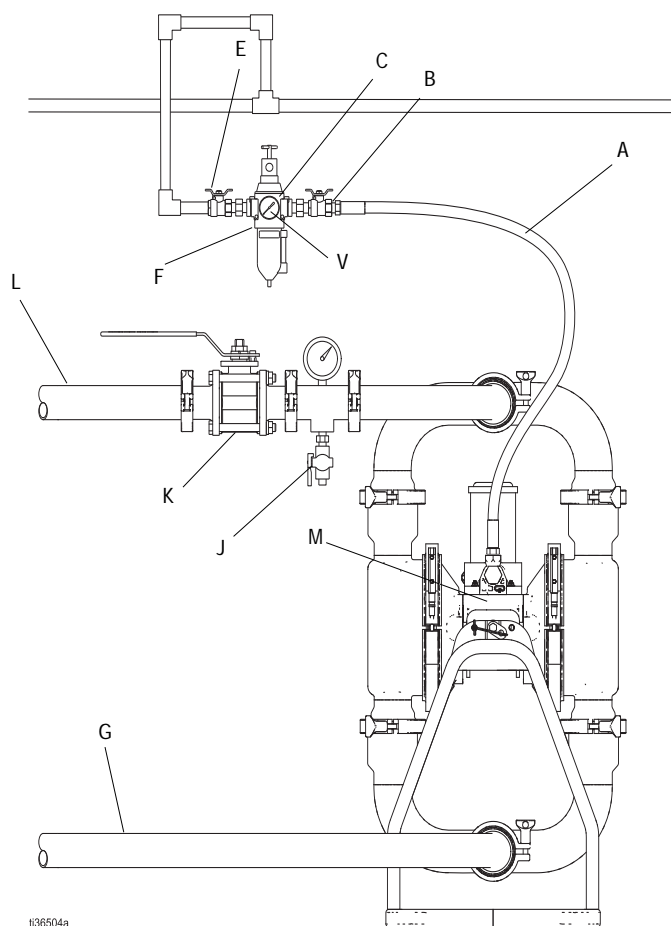

FIG. 2: Installazione tipica con montaggio a terra
- Un'installazione tipica è illustrata nella FIG. 2. Costituisce solo un'indicazione per la selezione e l'installazione dei vari componenti del sistema. Contattare il distributore Graco di zona per ottenere l'assistenza necessaria a progettare un sistema adatto per le proprie necessità.
Il sistema necessita di uno spurgo valvola dell'aria principale (B) per eliminare l'aria rimasta intrappolata tra la valvola stessa e la pompa. L'aria intrappolata può causare un avvio imprevisto del ciclo della pompa, con conseguenti gravi infortuni quali spruzzi negli occhi o sulla pelle. Vedere FIG. 2.
1. Installare gli accessori della linea dell'aria come illustrato nella FIG. 2. Verificare che la linea dell'aria che rifornisce gli accessori sia collegata a terra.
- a. Installare un regolatore dell'aria (C) e un manometro per monitorare la pressione del fluido. La pressione di uscita del fluido sarà uguale all'impostazione del regolatore dell'aria.
- b. Individuare uno spurgo valvola dell'aria principale (B), vicino alla pompa e utilizzarla per rilasciare l'aria bloccata. Predisporre un'altra valvola dell'aria principale (E) a monte di tutti gli accessori della linea dell'aria e utilizzarla per isolarli durante la pulizia e la riparazione.
- c. Il filtro della linea dell'aria (F) elimina lo sporco e l'umidità dalla linea di alimentazione di aria compressa.
2. Installare una linea di fornitura d'aria conduttiva, collegata a terra e flessibile (A) tra gli accessori e l'ingresso dell'aria della pompa da 3/4 npt (f) (M).
2. Installare una valvola di drenaggio del fluido (J) vicino all'uscita del fluido della pompa. Vedere FIG. 2.